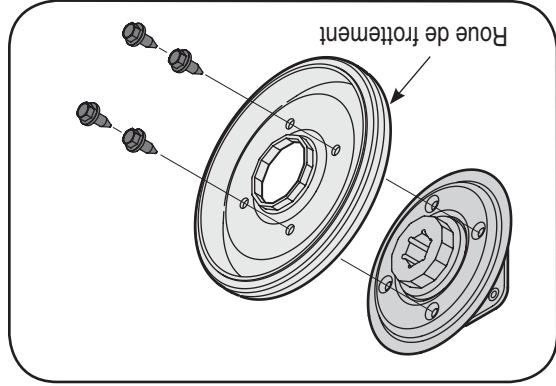

Figure 6-13
- Enlevez les quatre vis de l'ensemble de la roue de frottement et retirez le caoutchouc de la roue de frottement de la plaque de serrage. Voir la Figure 6-13.